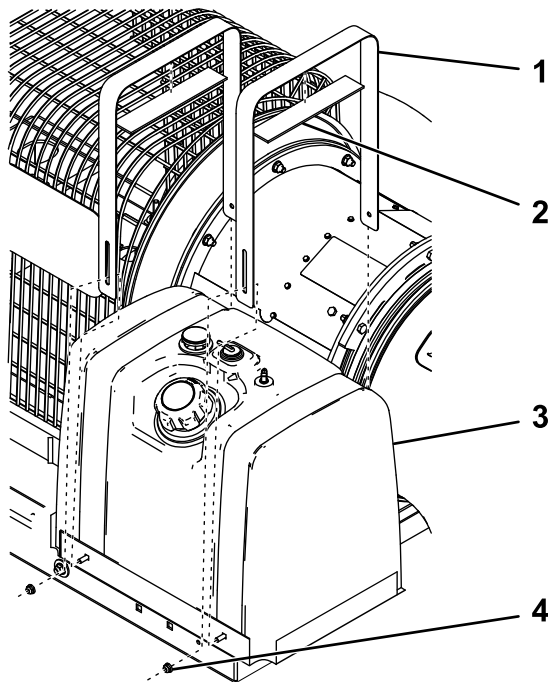

图 6
5. 将衬垫连接到油箱箍带图 6。
6. 如图 6 所示使用箍带和 4 个凸缘螺母 ¼ 英寸将新油箱固定到油箱托盘上。